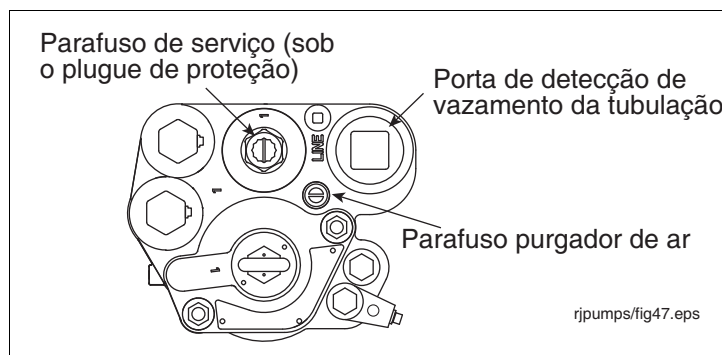

Figura 31. Localização do plugue na porta de descarga para transdutor de vazamento de linha
6. Gire o parafuso do purgador de ar 2 ou 3 voltas no sentido anti-horário (ver Figura 31).